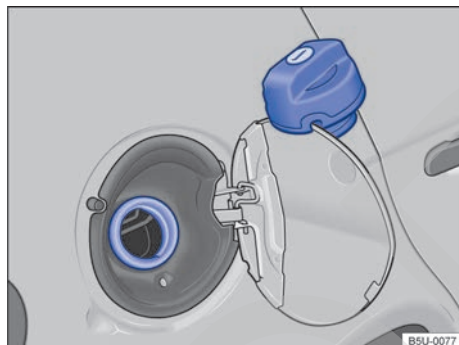

Fig. 123 Portezuela del depósito de combustible abierta con la tapa del depósito de combustible colgada.
- Girar la tapa del depósito de combustible en el sentido antihorario y encajar la tapa en la bisagra de la portezuela del depósito de combustible ⇒ fig. 123.